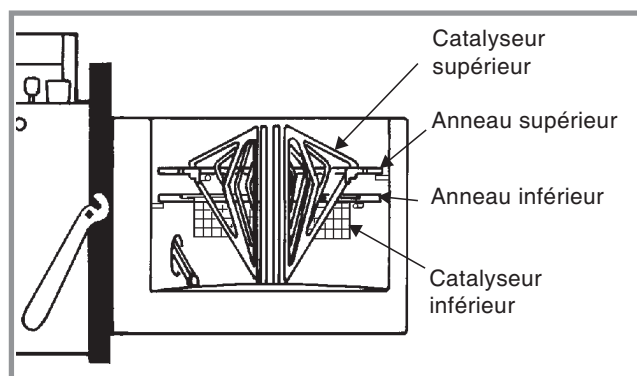

Fig. 13 - Coupe schématique du pot de combustion
- vérifier le bon positionnement des pièces internes du brûleur (fig. 13)